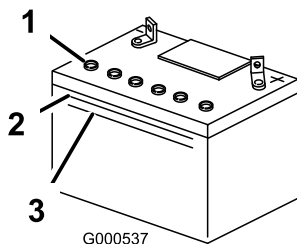

Bild 40
1. Sehen Sie sich die Seite der Batterie an. Der Füllstand muss bis zur **oberen** Linie reichen (Bild 40). Der Säurestand darf nicht unter die untere Linie fallen (Bild 40).
3. Entfernen Sie die Entlüftungsdeckel von der Batterie (Bild 40).
4. Gießen Sie langsam destilliertes Wasser in jede Batteriezelle, bis der Säurestand die obere Linie (Bild 40) am Batteriegehäuse erreicht.
5. Warten Sie nach dem Füllen der Batteriezellen fünf bis zehn Minuten. Gießen Sie bei Bedarf destilliertes Wasser in jede Batteriezelle, bis der Säurestand die obere Linie (Bild 40) am Batteriegehäuse erreicht.